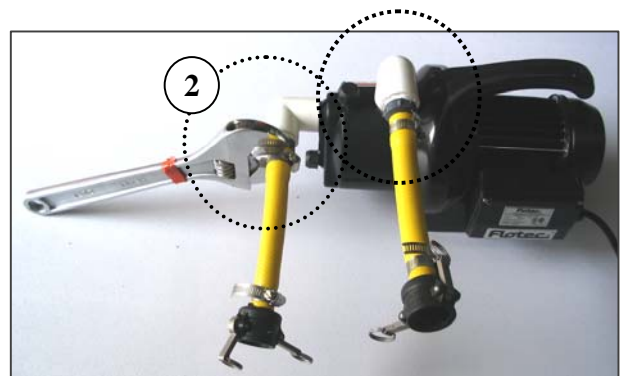

Figure 1.3 – Tuyaux de raccordement (A2-03/3)
- Vissez les 2 tuyaux avec coupleur rapide (A2-03/2) à la pompe (Figure 1.3 article 2).
- Screw the 2 connectors tubs to the pump raccordement (A2-03/2). (Figure 1.3 item 2).